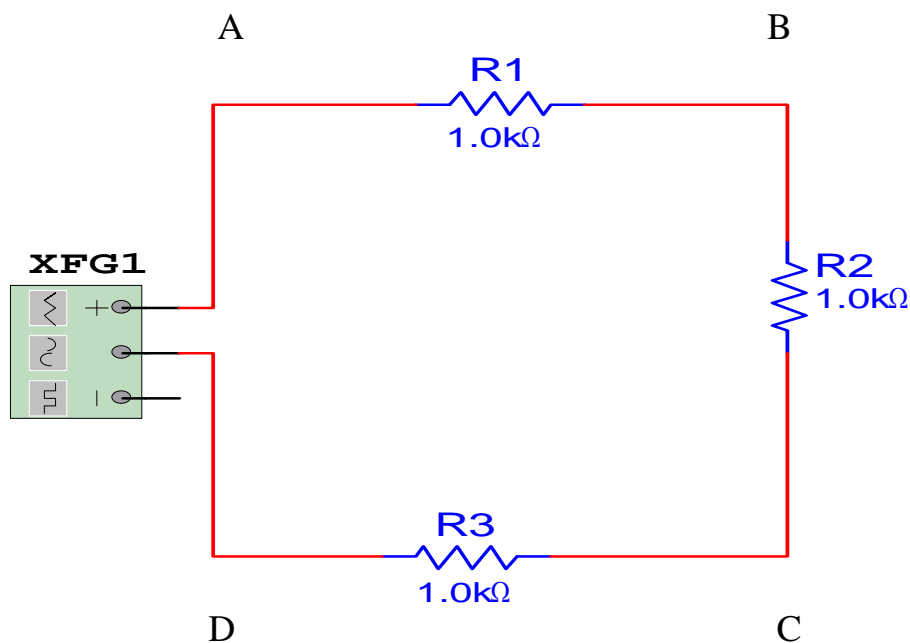

Fig. 1
1. Armar el siguiente circuito y alimentar con 12 V pp. 1Khz Fig. 1